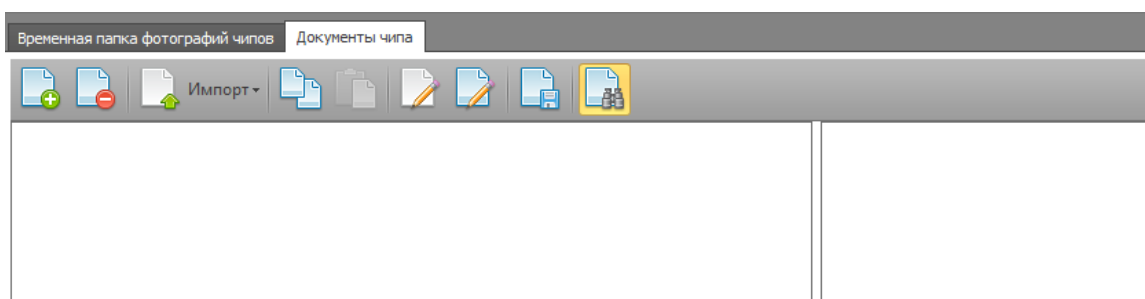

Рисунок 38
- вкладка – Документы чипа (Рис. 38)